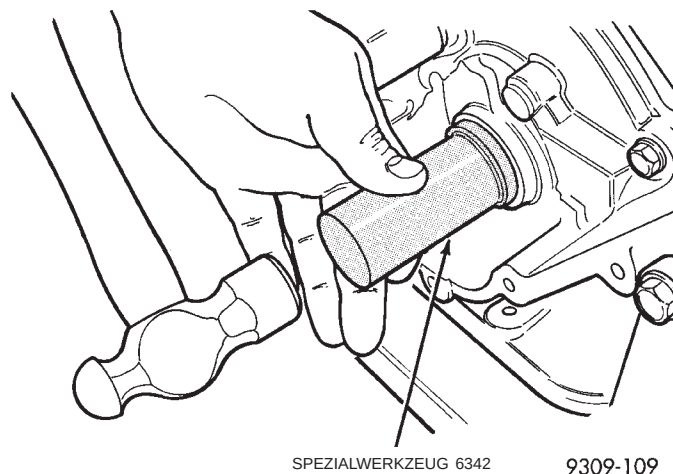

Abb. 81 Kurbelwellendichtring/Spezialwerkzeug 6342—Einbau
(1) Kurbelwellendichtring mit Spezialwerkzeug 6342 einsetzen (Abb. 81).